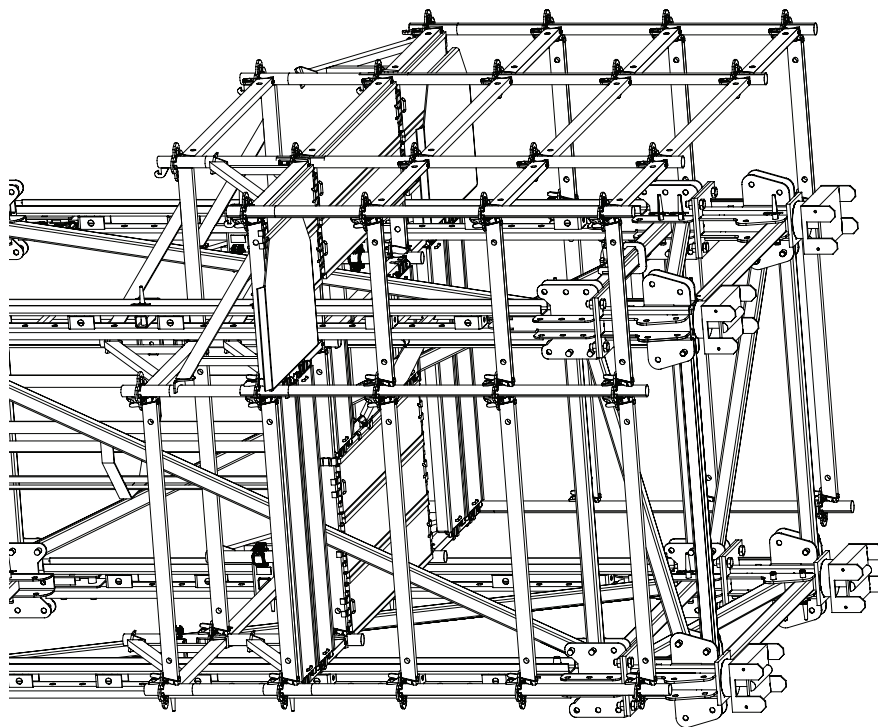

Fig. A1.36
3. Montare l'impalcatura sui 3 lati esterni secondo le istruzioni di montaggio e di uso PERI UP valide. (Fig. A1.36)